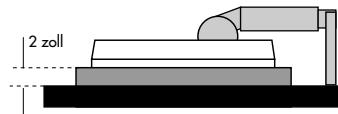

Abbildung S.1
3. Legen Sie den Monitor mit der Vorderseite nach unten auf eine nicht scheinende Oberfläche. (Legen Sie den Bildschirm auf eine um ca. 2 zoll erhöhte Unterlage, damit der Fuß parallel zur Oberfläche steht.) (Abbildung S.1)